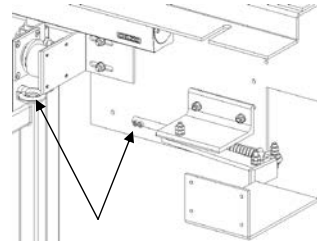

Bild 5:
4. Drahtseil in die Bohrung des Sperrhebels (Bild 5 - Pos. 5) einfädeln und mit zwei Seilklemmen verschrauben.
5. Sperrwinkel (7) bauseits entsprechend der Einbausituation ablängen und an die Paneele annieten. Der Schließvorgang des Tores muss nach auslösen der Taschenklappe, bzw. des Sperrhebels (5), gewährleistet sein.